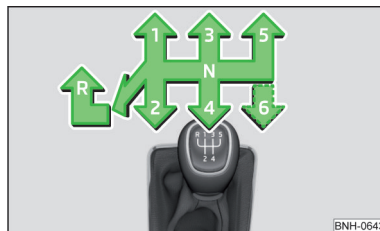

Fig. 194
En la palanca de cambios se presenta el esquema de cambio para cada posición de marcha » **fig. 194**.
- Presionar hacia abajo la palanca de cambio y colocarla completamente hacia la izquierda y luego hacia adelante en la posición **R** » fig. 194.